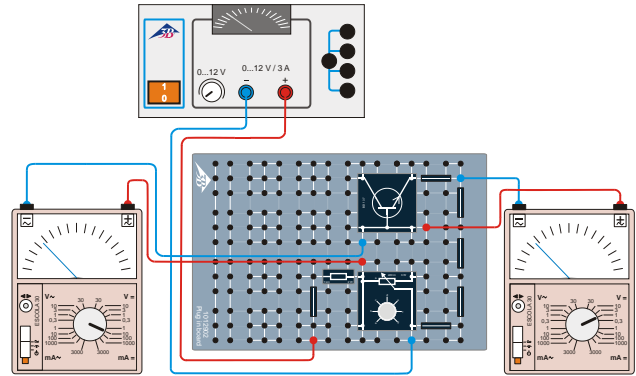

Fig. 3: Esquema de ligação para registro da curva característica de entrada.
- Montar a ligação conforme a Fig 3. Ambos os multímetros analógicos conectados destinam-se à medição da tensão básica do emissor  $U_{BE}$  e da corrente básica  $I_B$ .